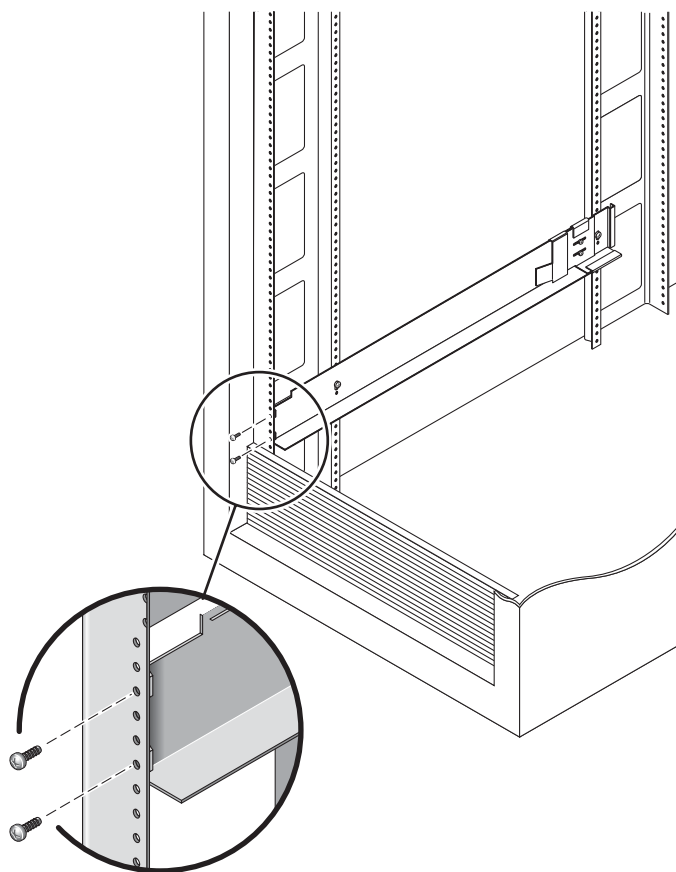

図 2-5 左側レールのキャビネット正面への固定
9. プラスのねじ回し (Phillips の 2 番) を使用して、左側のレールの正面側に 2 本の 8-32 ねじを挿入し、キャビネットの正面に固定します (図 2-5)。右側のレールに対しても同じ手順を実行します。